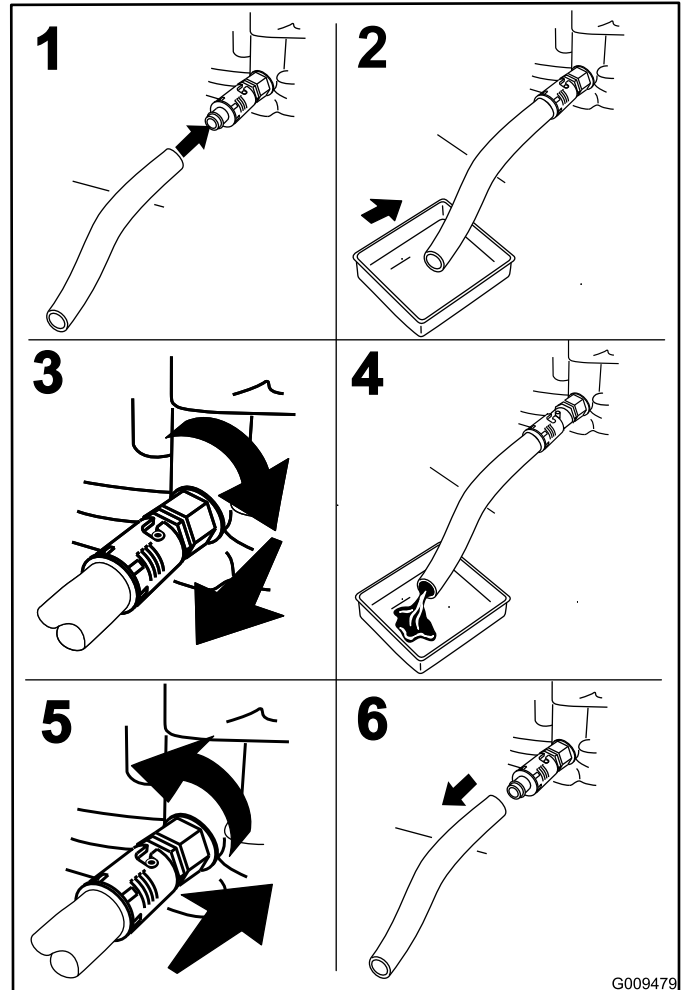

Figura 43
- Desligue o motor, retire a chave e aguarde até que todas as partes em movimento parem antes de sair da posição de operação (Figura 43).